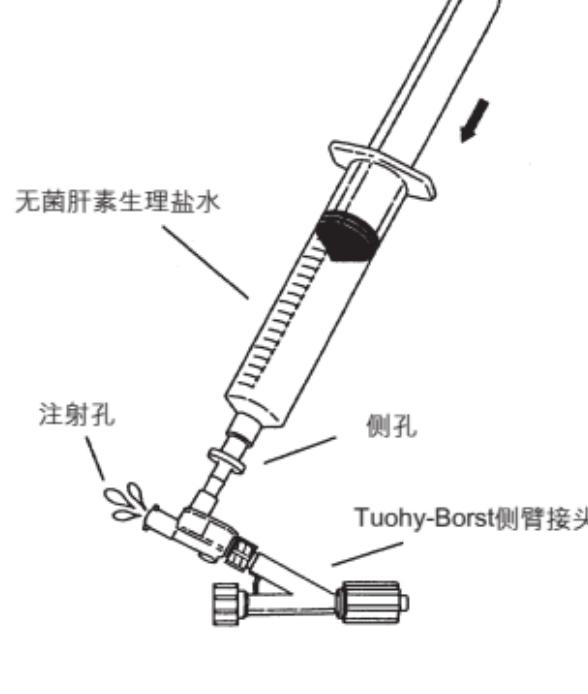

图2
4. 将双向止回阀与透明的Tuohy-Borst接头相连接。Tuohy Borst阀(Y阀)应完全关闭。在双向止回阀接头的侧孔上接一个装有肝素生理盐水的20毫升注射器，缓慢地从注射孔排出空气。**(图2)**